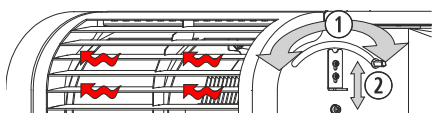
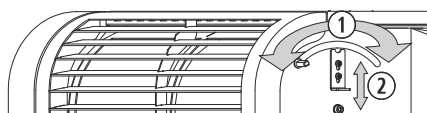
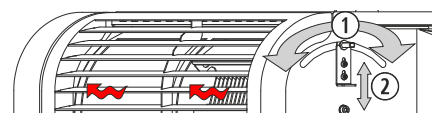

Figura 17
Figura 18
Figura 19
En el modelo *Kiev*, es posible configurar las salidas de aire de convección de la estufa según necesidad. A cada lateral de la estufa, se encuentra un vástago (①) que dependiendo de su posición, provocará que la estufa expulse el aire caliente por el frontal (vástago hacia atrás, figura 17), por la boca de canalización trasera (vástago hacia delante, figura 18) o una combinación de ambas salidas (vástago en posición intermedia, figura 19), utilizando la fijación (②) que permite mantener el vástago en posición intermedia.